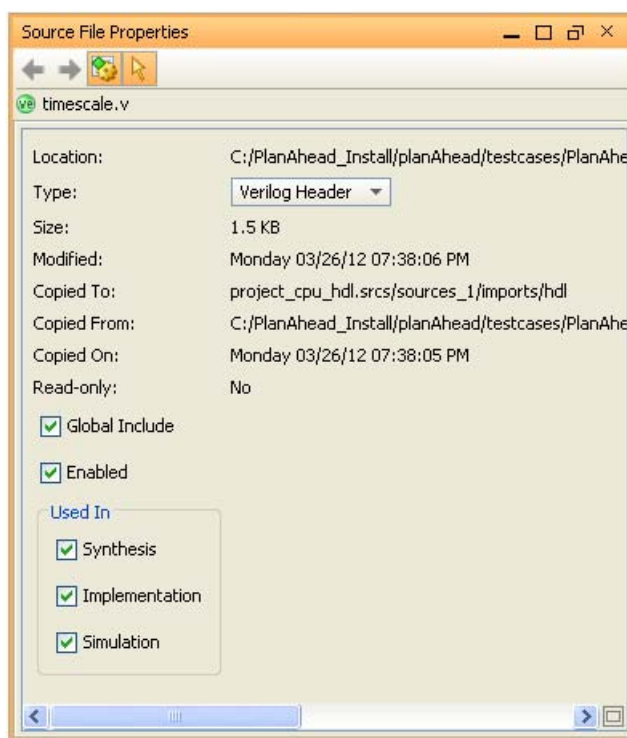

図 6-1 : [Global Include] チェック ボックス
- [Source File Properties] ビューで [Global Include] チェック ボックスをオンにします (図 6-1)。